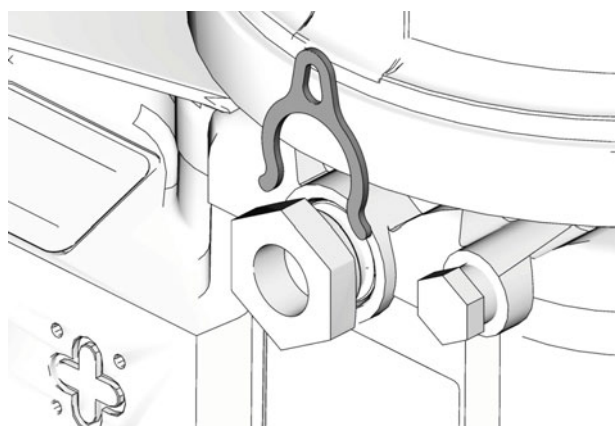

ABB. 4
- Die Pumpenvolumensteuerung wird mit keinen (0) Abstandhaltern, mit einem oder mit zwei Abstandhaltern eingestellt (ABB. 4).